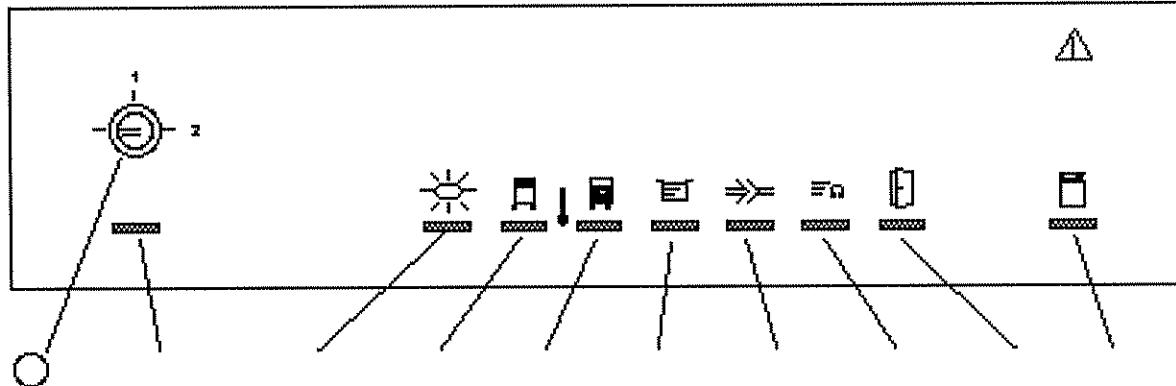

Abb. 5.2: Anzeigen Versorgungsgerät (Erläuterungen s.u.)
- ◆ Den Schlüssel in den Schlüsselschalter am Versorgungsgerät einstecken (vgl. Abb. 5.2). Optional kann bei der getrennten Aufstellung von Laserkopf und Versorgungseinheit der Schlüsselschalter auf der Rückseite des Laserkopfgehäuses angebracht werden. Die Bedienung des Schlüsselschalters ist gleich.